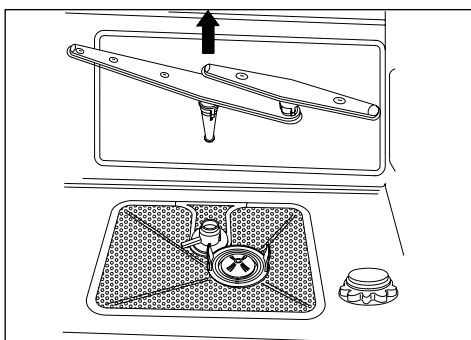

fig. 15
- Neem de onderste sproeiarm uit door deze rechtstandig naar boven te trekken (zie fig. 15).